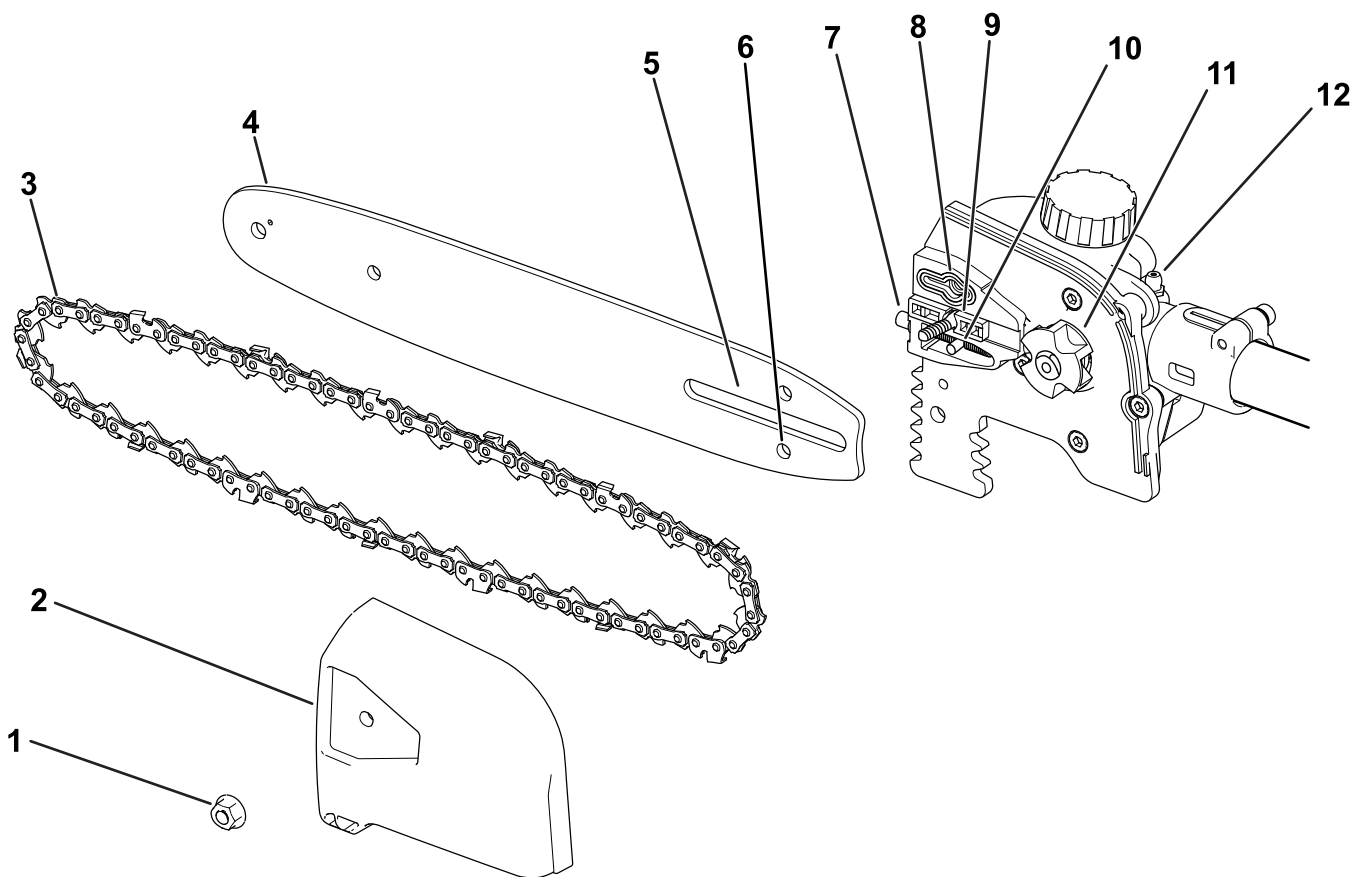

Figura 3
2. Retire la cubierta lateral; gire el tornillo de la cubierta en sentido antihorario hasta que el tornillo quede libre, y luego retire la cubierta lateral (Figura 3).
5. Coloque el bucle abierto de la cadena (la parte que no está montada en la espada) alrededor del piñón de arrastre de la sierra de pértiga (Figura 3).
Importante: Asegúrese de introducir el espárrago de ajuste de la cadena en la ranura del espárrago de ajuste de la cadena de la espada (Figura 3).